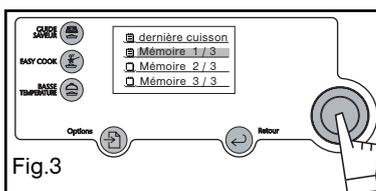

Fig.3
- Sélectionnez le numéro de la mémoire 1, 2, ou 3 (fig.3).